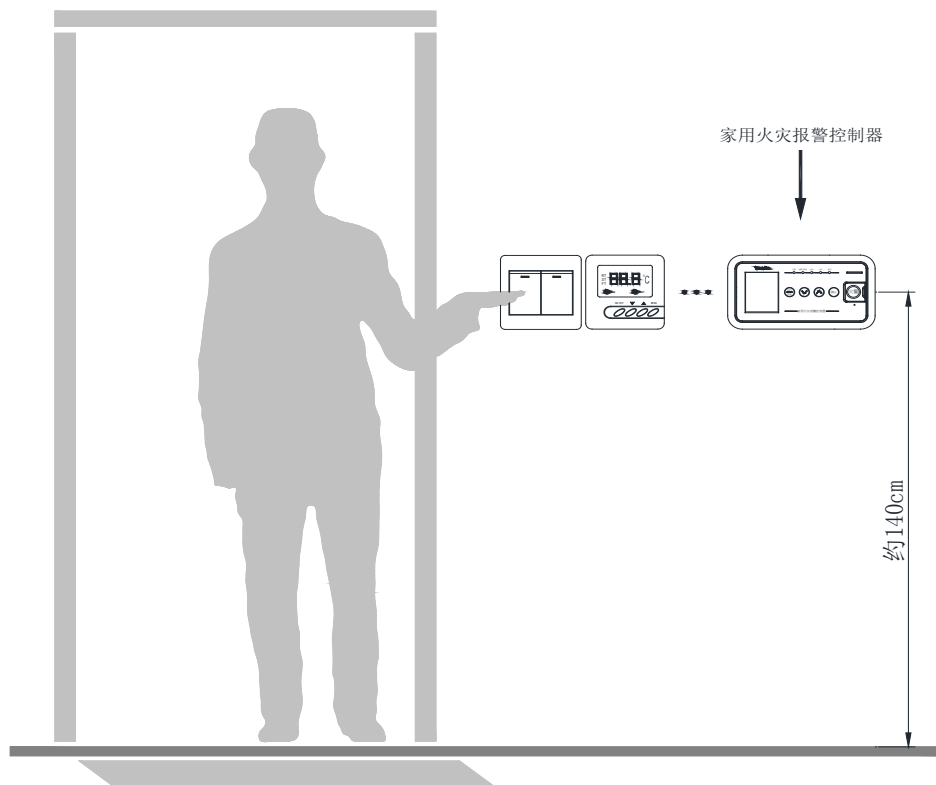

图 2-4 控制器安装位置示意图
- ①CAN 通讯线和报警总线使用双绞线 $RVS2 \times 1.0 \text{ mm}^2$ 或 $RVS2 \times 1.5 \text{ mm}^2$, 当环境干扰比较大时, CAN 通讯线应考虑使用 $RVSP2 \times 1.0 \text{ mm}^2$ 的双绞屏蔽线。
- ②不可将 CAN 通讯线与报警总线布在同一根多芯电缆中。
- ③控制器适宜安装于住宅入户处墙壁或其他合适安装的位置, 如图 2-4 所示。